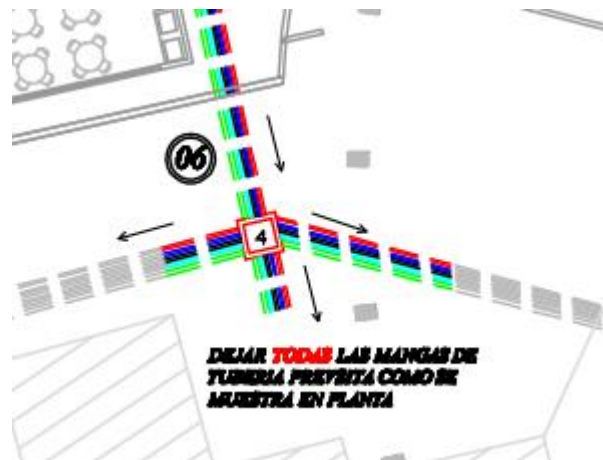

Ilustración 1: lámina 89
2. En láminas eléctricas 89 y 90 se observa la distancia a la que debe llegar la canalización hacia los edificios existentes. Se debe dejar una manga de 3 metros, no se contempla cableado. Los tubos deberán estar debidamente tapados para evitar la entrada de humedad u otro material externo. El diseño eléctrico de los edificios existentes no forma parte de esta contratación. Ver ilustración 1 y 2